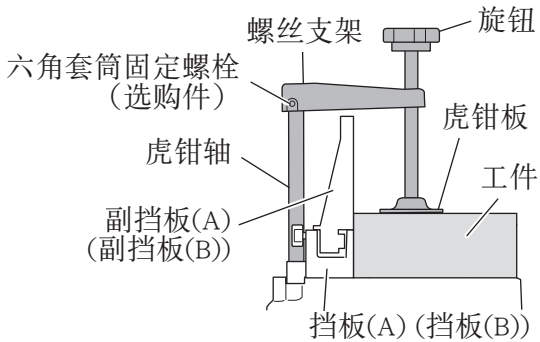

图26
3. 使用虎钳组件（标准附件）（第34页的图26）
- (1) 可将虎钳组件安装在底座上。
(2) 转动上旋钮并将工件牢牢固定到位。(图26)